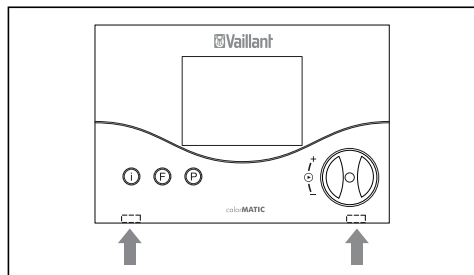

Fig. 4.1 Déblocage des crans d'arrêt
- Rabattez soigneusement les crans d'arrêt de côté à l'aide d'un tournevis (fig. 4.1) et tirez le régulateur vers l'avant.